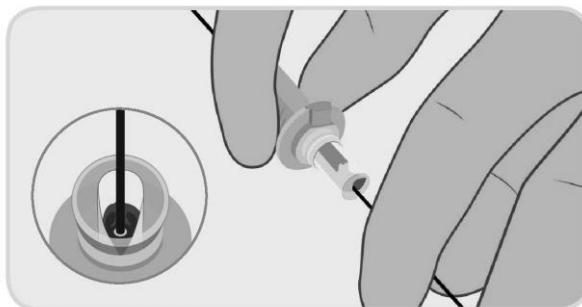

Figura 7. Carregamento do fio-guia na cânula do dispositivo.
- Utilize solução salina não heparinizada para lubrificar o fio-guia durante a inserção. Insira o fio-guia no implante dentro da cânula de carregamento, Figura 7, continue a inserir o fio-guia até que saia pela parte de trás da pega do Dispositivo de encerramento PerQseal+. Segure a Bainha introdutora PerQseal a um ângulo baixo relativamente ao eixo longitudinal da artéria (por exemplo, 20°) e mantenha a bainha introdutora tão reta quanto possível, para evitar dobras.
Nota 2: Segure apenas na parte posterior da cânula de carregamento durante a inserção, como indicado na Figura 7.